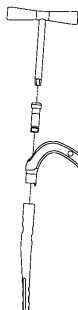

図6
- ネイルとターゲットデバイスをネイル接続ネジでネイル接続ネジ用 T レンチを用いて確実に固定します。（図6）